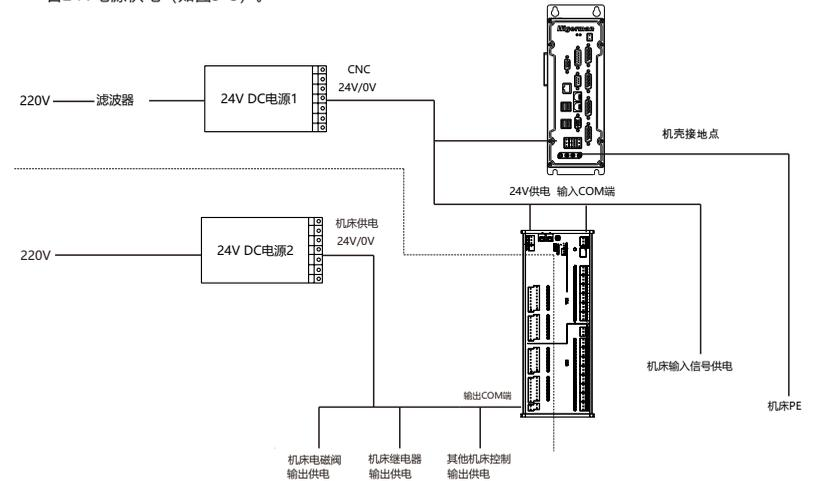

图3-3 主机电源分布图
- 3、电气柜内其它24V设备(如电磁阀、工作照明灯、MS8041模块输出部分的电源)另外安装一台24V电源供电(如图3-3)。